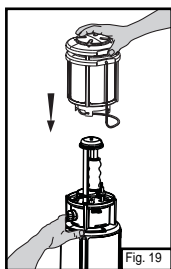

Fig. 19
- ⇒ Remplacez la tête de la lanterne en veillant à ce que l'anse se trouve à l'arrière. (Fig. 19)